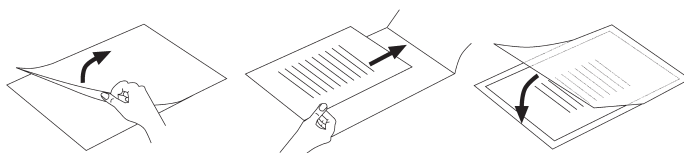

Fig. 2
- Veuillez à utiliser un seul film pour la plastification. Commencez d'abord par l'ouvrir, comme indiqué par exemple sur la fig. 2.
- ▶ Veillez à utiliser un seul film pour la plastification. Ouvrez tout d'abord ce dernier, comme par exemple indiqué sur la fig. 2.